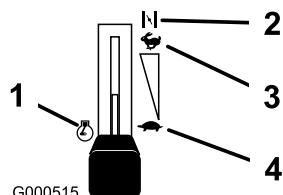

Figura 10
3. Prima di avviare il motore a freddo spostate la leva dell'acceleratore in posizione Starter (Figura 10).
5. Quando il motore è acceso, muovete la leva dell'acceleratore in posizione Fast (Figura 10). Se il motore stalla o esita, riportate la leva dell'acceleratore in posizione Starter per qualche secondo, portate quindi la leva dell'acceleratore nella posizione desiderata. All'occorrenza, ripetete il procedimento.
1. Portate la leva dell'acceleratore in posizione Fast (Figura 10).